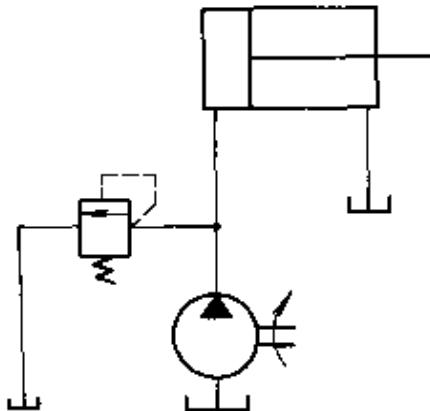

图 3-15 液压系统简图
**例 3** 在某液压系统中, 工作阻力  $F=15 \text{kN}$ , 活塞有效面积  $A=63.6 \text{cm}^2$ , 要求活塞的快速运动速度  $v=3 \text{m/min}$ , 试确定液压泵的工作压力  $p_p$  和输出流量  $q_p$ ? 图 3-15 中溢流阀的调定压力为多少 (系统复杂)?